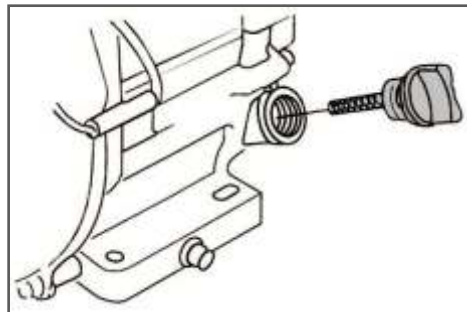

Рис. 5
- Отверните крышку маслоналивной горловины (Рис. 5) из картера двигателя, достаньте щуп.
ВНИМАНИЕ! Максимальный уровень масла в картере соответствует нижней кромке заливного отверстия (Рис. 5)